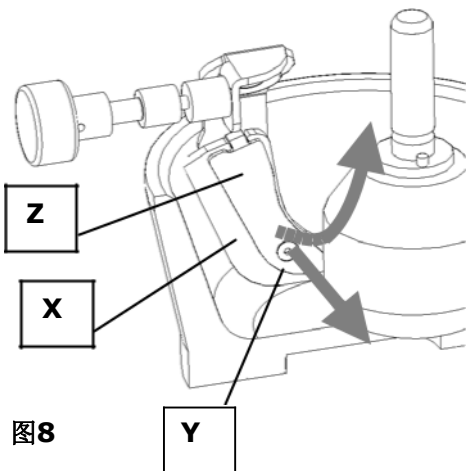

图8
- 如果铲料头未完全与研钵内壁接触（图8中虚线所示），必须将其重新调整。